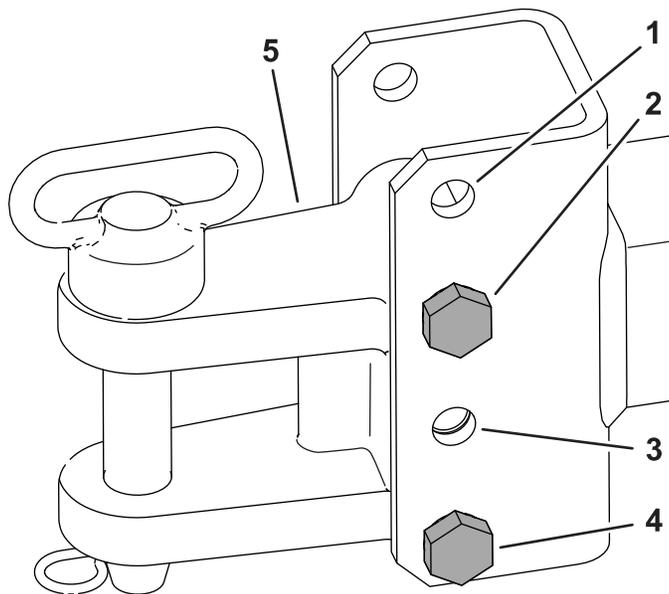

図 7
2. 測定値を見てトランスポートフレームのヒッチの高さ上下させて合わせる。以下の表を見て **図 7**にあるように適切な取り付け穴を選択する。